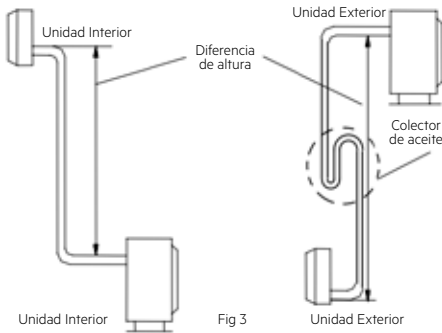

Fig 3
- Si la posición de instalación de la unidad exterior es más alta que la de la unidad interior y el tubo tiene más de 10 m, añada un colector de aceite en el tubo de gas cada 8 m (Fig. 3).